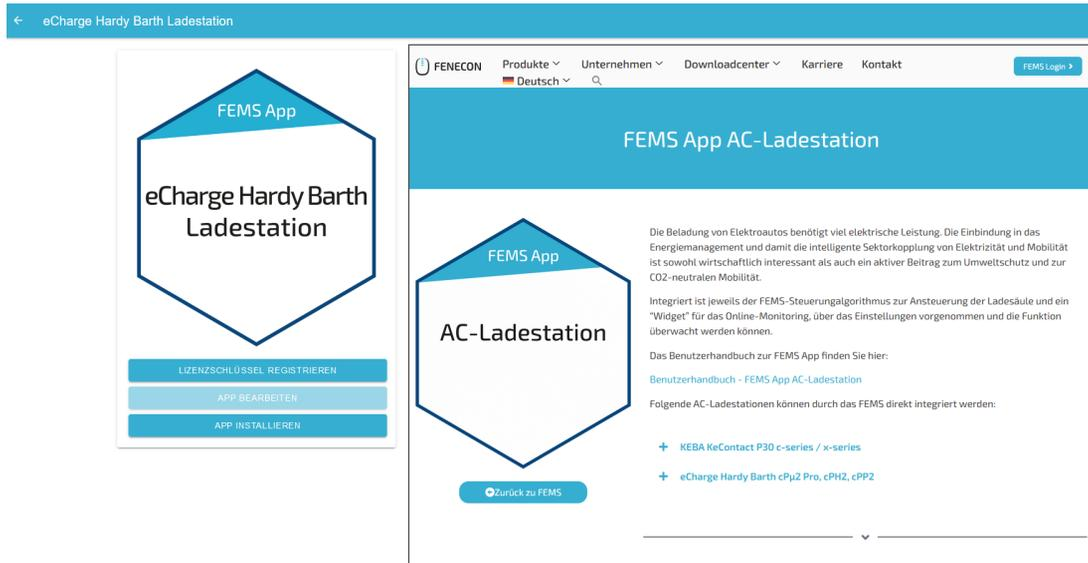

Abbildung 12. App-Installation — Variante 2: Schritt 3
- Abbildung 12. App-Installation — Variante 2: Schritt 3